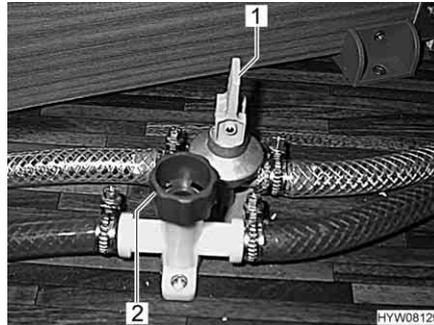

Fig. 156 Rubinetti di scarico
- Chiudere tutti i rubinetti di scarico per il boiler. Posizionare la leva a bilanciere (Fig. 156,1) orizzontalmente o ruotare il tappo (Fig. 156,2) in senso orario.
- Aprire tutti i rubinetti di scarico per il boiler. Posizionare la leva a bilanciere (Fig. 156,1) verticalmente o ruotare il tappo (Fig. 156,2) in senso antiorario.